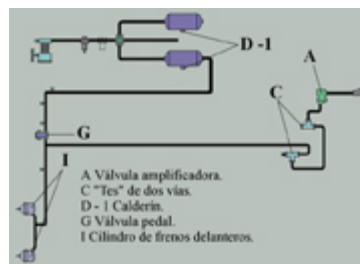

Fig. 48
- Circuito número 1.- Frenos de servicio delanteros del vehículo y emergencia al remolque **(fig. 48).**
Circuito número 1: freno de servicio delantero del vehículo tractor y emergencia del remolque (**fig. 48**)